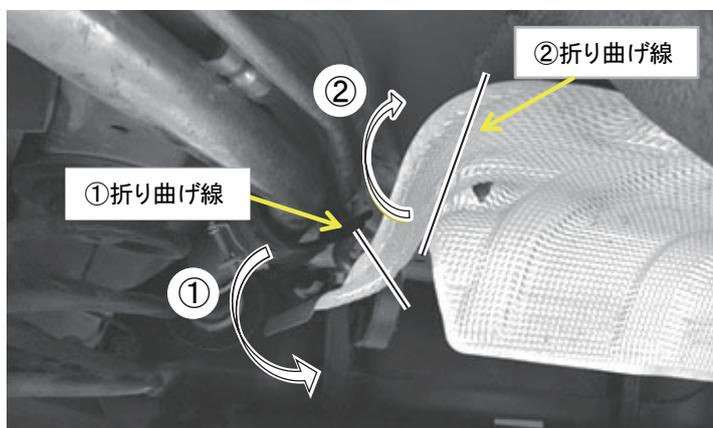
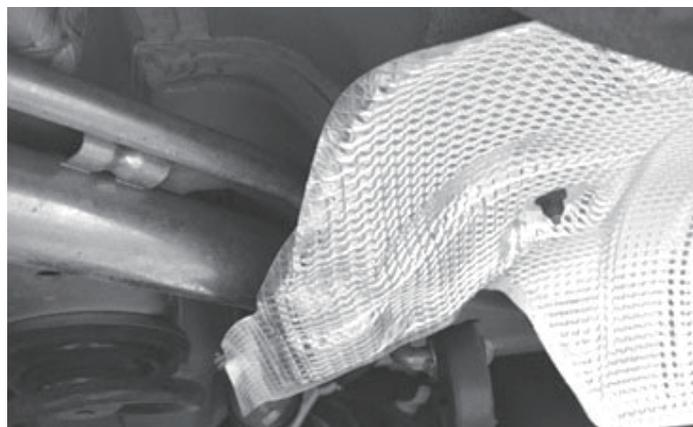

図1.加工前の遮熱板と加工手順
図2.加工後の遮熱板
- (1)純正遮熱板左側を図1の①、②の順で図2のように折り曲げます。